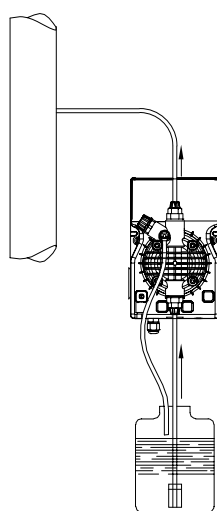
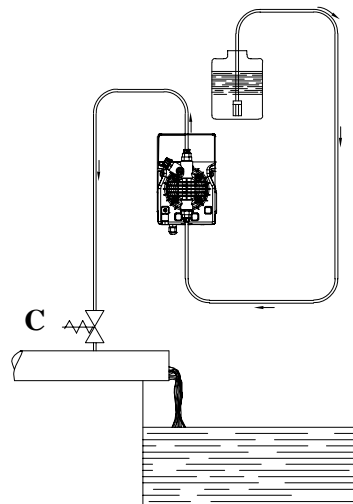

Bild 5
Bild 6
- Montieren sie die Pumpe wie in Bild 5 dargestellt ist. Die Pumpe kann entweder über oder unter dem Flüssigkeitsbehälter angebracht werden. Beachten sie dabei, dass die maximale Saughöhe von 2 Meter nicht überschritten wird. Wenn die Pumpe bei atmosphärischem Druck arbeitet (kein Gegendruck) und der Chemikalienbehälter oberhalb der Pumpe angebracht ist, muss regelmäßig darauf geachtet werden, dass am Impfstventil keine Flüssigkeit austritt bei ausgeschalteter Pumpe Bild 6. Sollte das Problem auftreten, so kann ein einstellbares Gegendruckventil abhelfen, welches zwischen Pumpe und Impfstelle eingebaut wird (C). Im Falle wenn die Flüssigkeit aggressive Dämpfe erzeugt, bringen sie die Pumpe nicht über dem Chemikalienbehälter an, es sei denn dieser ist hermetisch abgeschlossen.